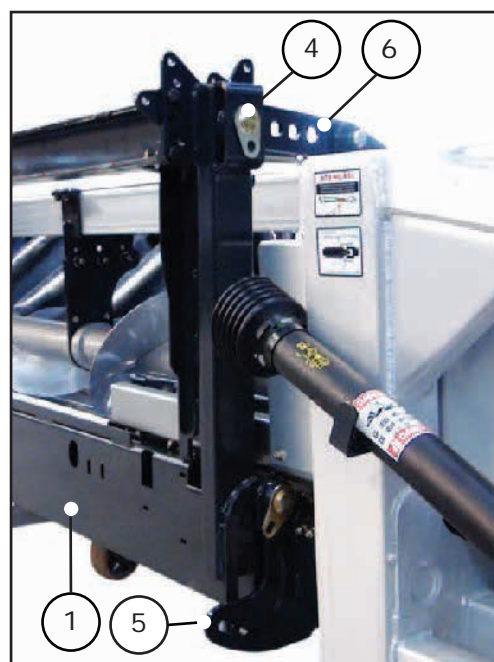

Figura 01
Para efetuar a regulagem de inclinação é necessário sacar o pino do ponto (4) e afrouxar o parafuso do ponto (5) usando uma das furações da peça (6) de acordo com a necessidade de inclinação. Ver figura 01.